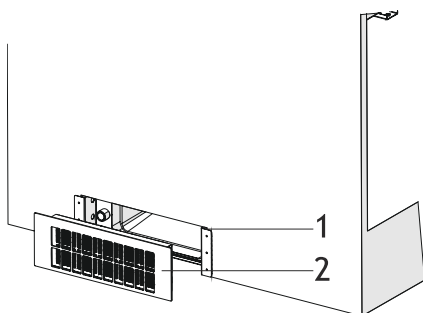

Fig. 22
- 12.** Placér nu kulfilteret (Fig. 22 / 2) ind i kulfilterkabinettet som tager fat vha. magneter (Fig. 22).